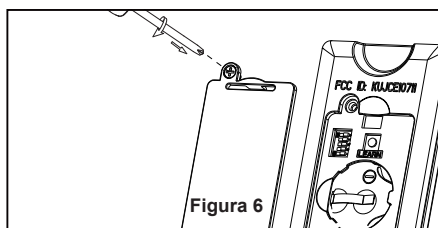

Figura 6
- ☐ 6. Instale la unidad de luz LED en la unidad del carcasa de interruptor mediante los dos chaveteros. Vuelva a colocar el los tornillo extraídos y apriete todos los tornillos. (Figura 6)
- ☐ 6. Vuelva a colocar la cubierta de la batería en el mando a distancia con un tornillo retirados previamente. (Figura 6)